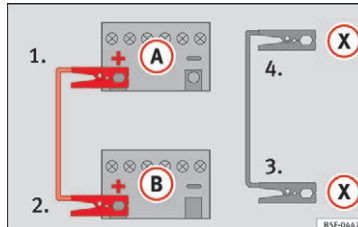

Fig. 73 Tilslutningsdiagram for biler med start-stop-system
– I biler med start-stop-system: Sæt den ene ende af det **sorte** startkabel (X) fast på en egnet stelforbindelse – en massiv metalblok, eller på selve motorblokken » » Fig. 73.
5. I bilen med det afladede batteri skal du sætte den anden ende af det **sorte** startkabel (X) på en massiv metalblok, som er skruet sammen med motorblokken, eller på selve motorblokken, men det skal være et sted, som er så langt væk fra batteriet (A) som muligt.